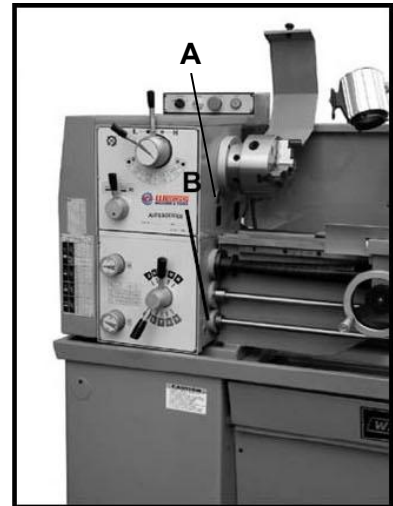
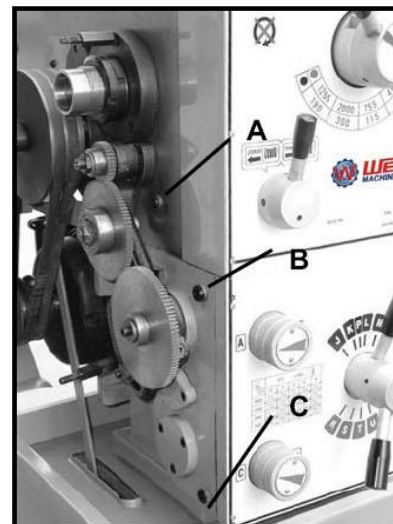

Рис. 4
Рис. 5
1. **Передняя бабка** — Масло должно быть залито до индикаторной отметки на смотровых стеклах уровня масла (А, Рис. 4). Доливайте маслом Shell Turbo T-68 или равноценным ему. После первых трех месяцев работы полностью осушите (А, Рис. 5) и вновь залейте. Затем меняйте масло в передней бабке каждый год.
2. **Коробка подач** — Масло должно быть залито до индикаторной отметки на смотровом стекле уровня масла (В, Рис. 4). Доливайте маслом Shell Turbo T-68 или равноценным ему. Перед заполнением отверните пробку (В, Рис. 5) с помощью 8-мм шестигранного ключа. Перед осушением отверните пробку слива (С, Рис. 5) с помощью 8-мм шестигранного ключа. После первых трех месяцев работы полностью осушите и вновь залейте. Затем меняйте масло в коробке подач каждый год.